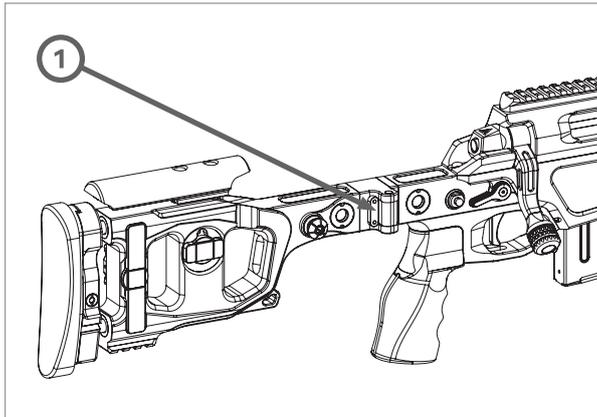
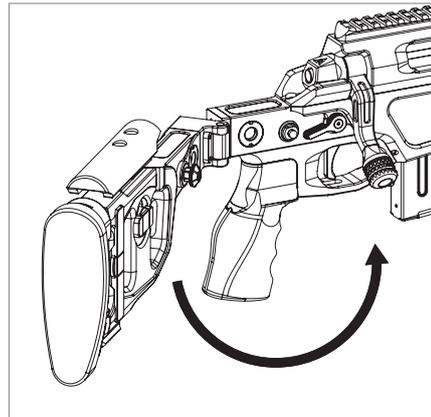

РИС. 58
РИС. 59
- ▲ Нажмите на кнопку фиксации приклада (поз. 1, РИС. 58) и одновременно начните складывание (указано стрелкой на РИС. 59).
Для проверки приклада в разложенном состоянии, не нажимая на кнопку фиксации, потяните приклад в сторону складывания. Если приклад не складывается, значит он зафиксирован в исходном положении (РИС. 58).